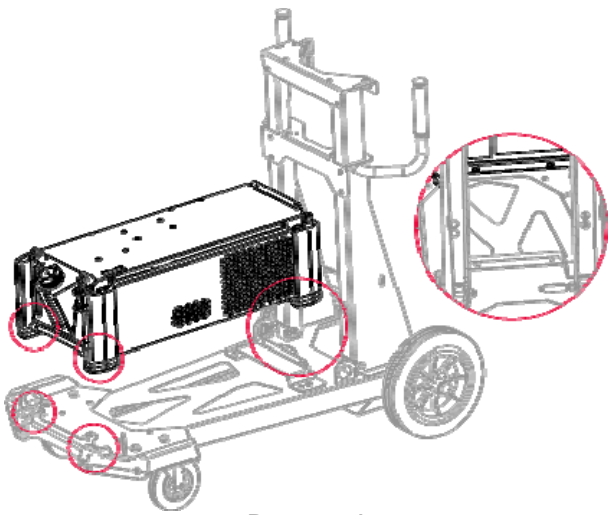

Рисунок 1
- Установите систему охлаждения на четырехколесную тележку (Рис. 1)